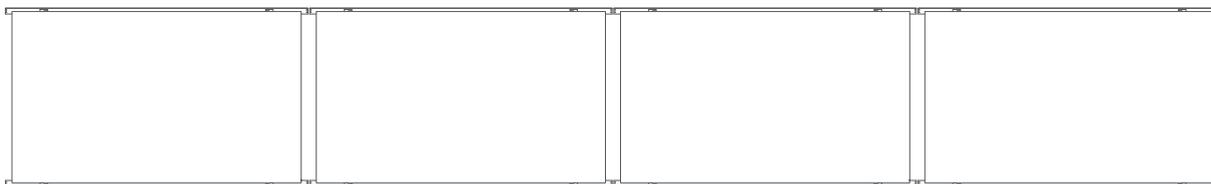
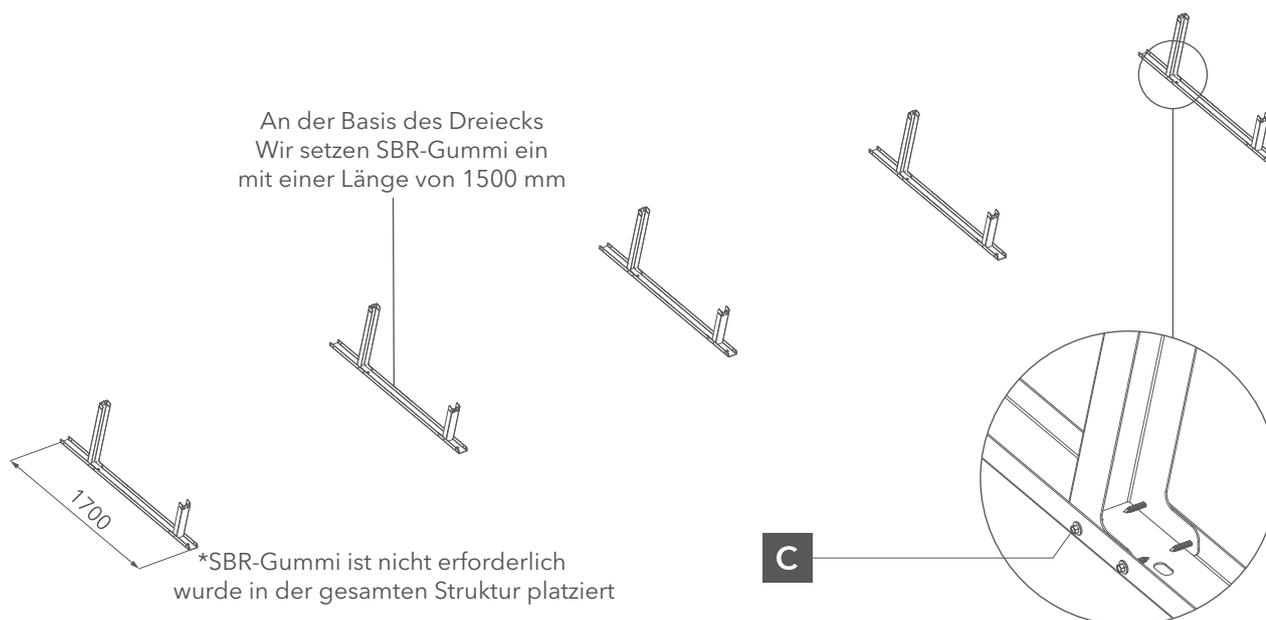

Abb. 1: Lageplan der Module
Abb. 2 Anordnung der Montagedreiecke
- 1** Vor der Installation müssen der Anordnungsplan für die Module (Abb. 1) und die Montage-dreiecke (Abb. 2) festgelegt werden. und Montagedreiecke (Abb. 2). Die Art der Befestigung der Unterkonstruktion an der Die Art der Befestigung der Unterkonstruktion auf der Dachfläche hängt von der Art des Daches ab und wird individuell gewählt.